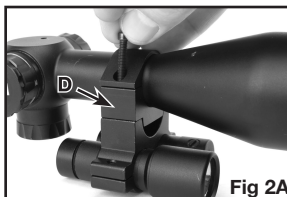

Fig 2A
- Slide the appropriate mount over your scope using a spacer if extra clearance is required. (Fig 2A, 2B)
- Deslice la montura apropiada sobre la mira usando el separador si se requiere espacio adicional. (Fig 2A, 2B)
- Glissez le support adéquat sur votre viseur utilisant une cale si un jeu additionnel est requis. (Fig 2A, 2B)